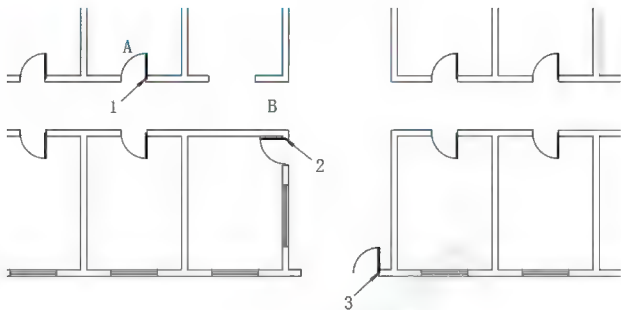

图 2.96 复制门扇
- (1) 用【复制】命令将 1000mm 宽的 A 门复制到图 2.96 所示出入口大门洞口处。
- (2) 由于出入口处每扇门的宽度为 750mm, 所以需要把刚才复制生成的门扇缩小成 750mm 宽。
- ① 单击【修改】工具栏上的【缩放】图标  (快捷键 SC), 启动【缩放】命令。
- ② 在选择对象: 提示下, 选择出入口处的门, 此时该门变虚, 按 Enter 键进入下一步命令。
- ③ 在**指定基点**提示下,选择图 2.96 中的 3 点作为缩放的基点。
- ④ 在**指定比例因子或 [复制(C)/参照(R)]** 1.0000 提示下,输入“0.75”(比例=新尺寸/旧尺寸=750mm/1000mm=0.75)后按 Enter 键。
- ⑤ 按 Enter 键结束命令,该门大小由 1000mm 变为 750mm。